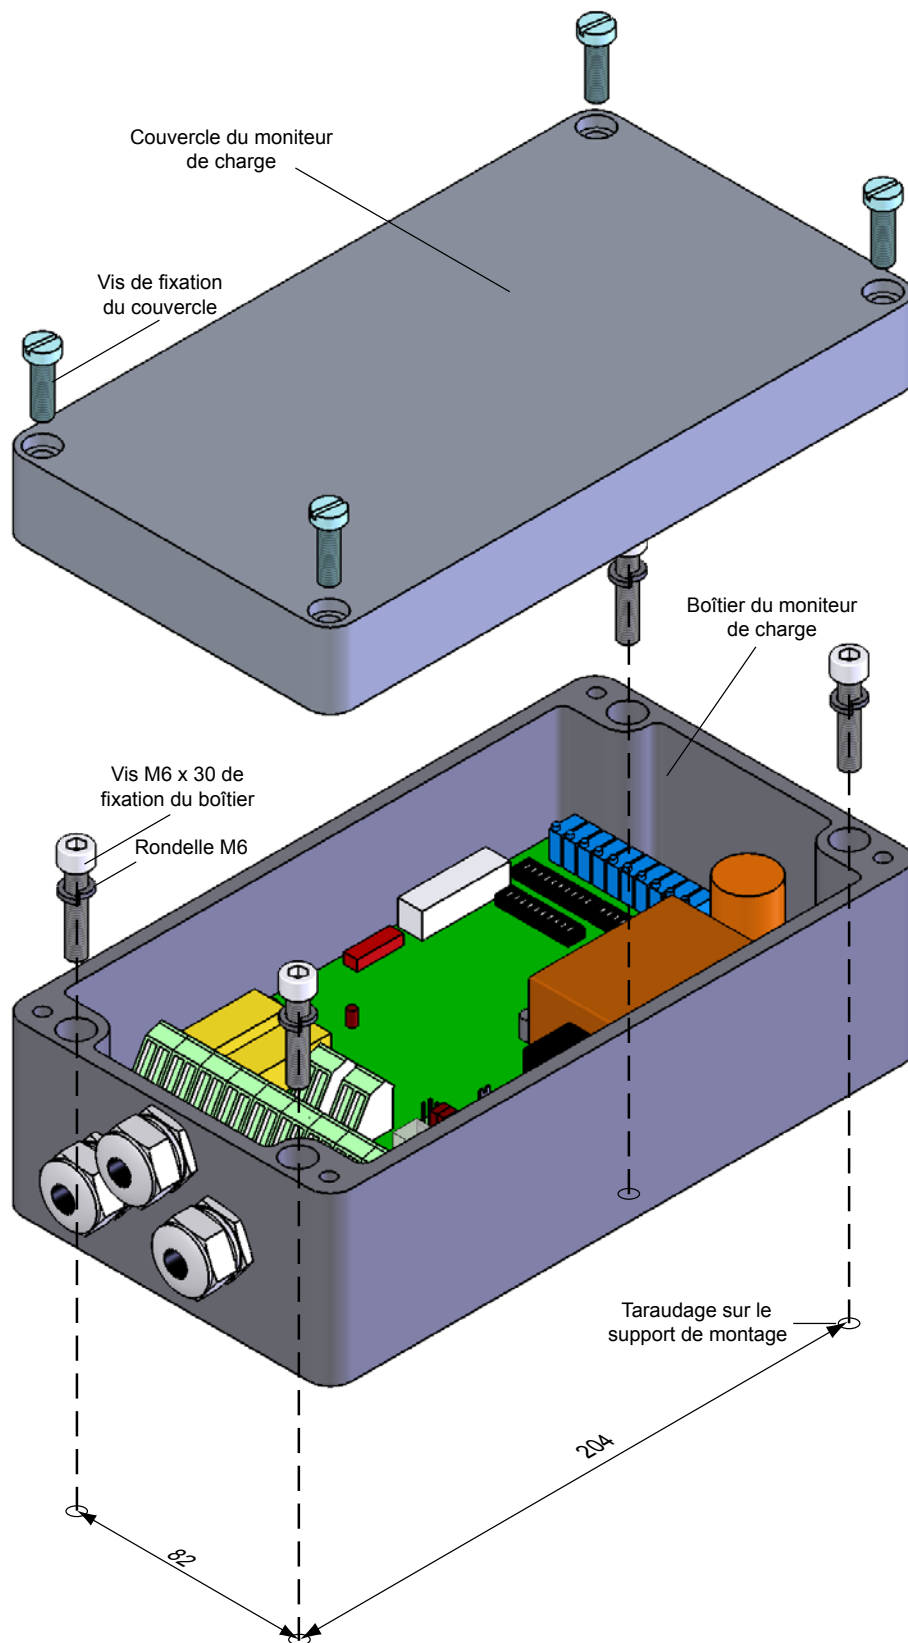

Figure 2-1 Installation du moniteur de charge LMU 212
4. Retirer le couvercle du boîtier du moniteur de charge après avoir dévissé les vis. Il y en a 4 pour le LMU 212 et 6 pour le LMU 217, comme le montrent les *figures 2-1* et *2-2*.